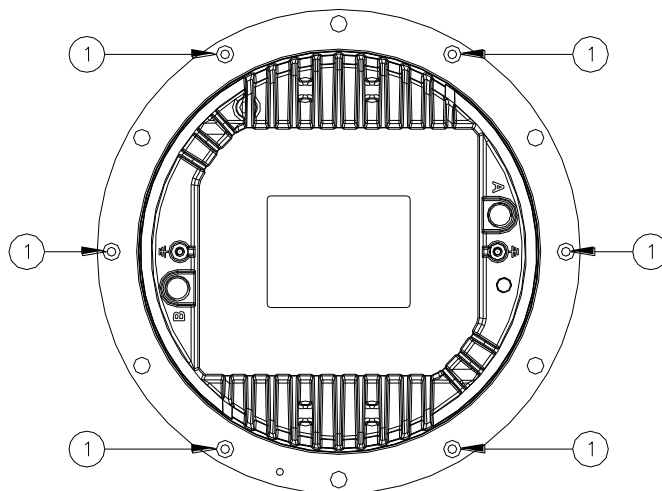

Figura 16 – Viti di fissaggio del coperchio inferiore
- Separare il coperchio inferiore dalla calotta svitando le sei viti di bloccaggio TSP TORX M5x10 (Figura 16 - n°1).
- sei viti di bloccaggio TSP TORX M5x10 (Figura 16 - n°1);
Verificare il corretto posizionamento delle guarnizioni O-Ring tra calotta e coperchio inferiore (Figura 18 – n°2 e 3); montare il coperchio inferiore nella calotta e chiuderla con le sei viti TSP TORX M5x10 (Figura 16 - n°1). Uno strato di adesivo anaerobico frenafilietti medio (per esempio LOXEAL 24-18) può essere applicato alle viti prima dell'installazione; coppia di serraggio 2,5 Nm.